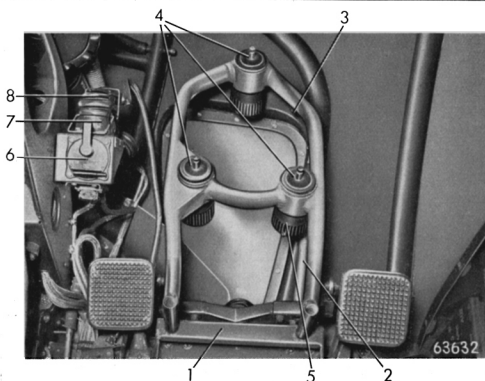

Abb. 97: Tragrahmen für Lotfe bzw. BZG 2—E
Der Anschluß am Gerät wird durch den Stecker R 56 Abb. 97 hergestellt.
Bei nicht angebautem Gerät ist der Stecker in der Blindsteckdose R 56 b Abb. 97 gehalten.
- 1) Abziehen des mit Bajonettverschluß versehenen unteren Teiles durch Linksdrehung der geriffelten Spannmutter. Abb. 97.